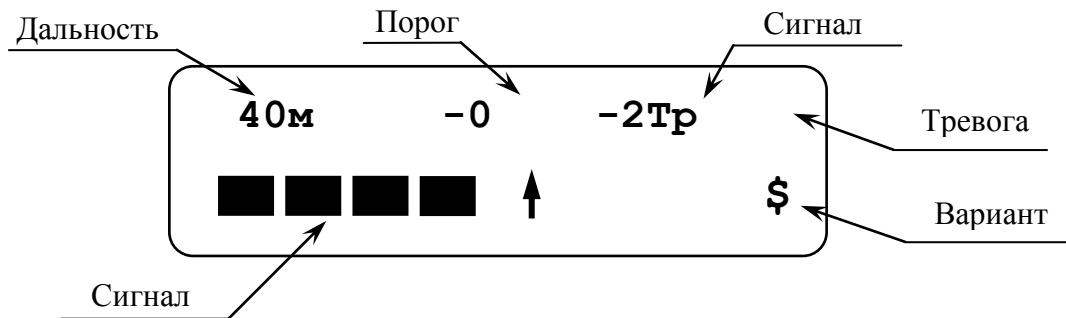

Рисунок 2
Индикация напряжения питания производится после перевода ПК в режим индикации одновременно с индикацией надписи «ОП-40». Если напряжение питания 10,2 В и выше, после индикации в течение пяти секунд значения напряжения питания в вольтах ПК переходит в режим отображения остальных параметров (см. рисунок 2). Если напряжение питания ниже 10,2 В (пониженное) ПК вместо представленных на рисунке 2 параметров индицирует значение напряжения питания в виде мигающих символов.
Индикация помехи (значок – «!!» на месте значка «Тр» см. рисунок 2) дублирует световую индикацию в КР извещателя.
Индикация неисправности (значок – «Ав» на месте значка «Тр» см. рисунок 2) дублирует извещение сформированное извещателем. При включенном зуммере ПК звучит звуковой сигнал.
- Режим установки порога («ПОРОГ») имеет тринадцать вариантов значений порога сопровождаемых сообщениями: «-6дБ», «-5дБ», «-4дБ», «-3дБ», «-2дБ», «-1дБ», «-0дБ», «+1дБ», «+2дБ», «+3дБ», «+4дБ», «+5дБ», «+6дБ». В режиме корректировки порога изменение уровня порога производится с одновременным контролем уровня сигнала и тревог (см. рисунок 2).